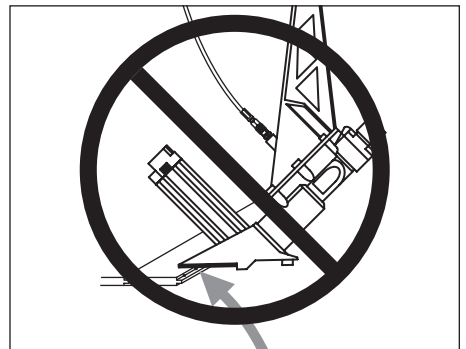

Figura 4
*No clave un clavo encima de otro. El clavo podría saltar y ocasionarle la muerte o heridas graves. Ver Figura 4.*